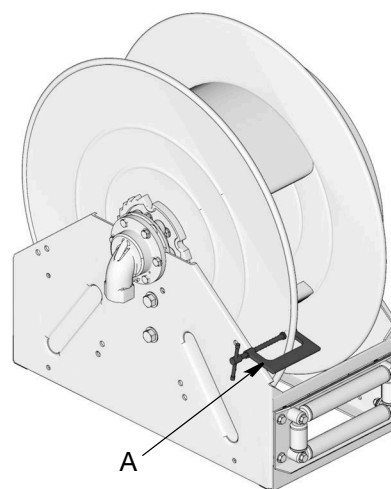

Рис. 10
13. Надежно прикрепите зажимную скобу (А) к шпуре катушки, как показано на Рис. 10, чтобы предотвратить непреднамеренное освобождение фиксатора и свободное вращение катушки.